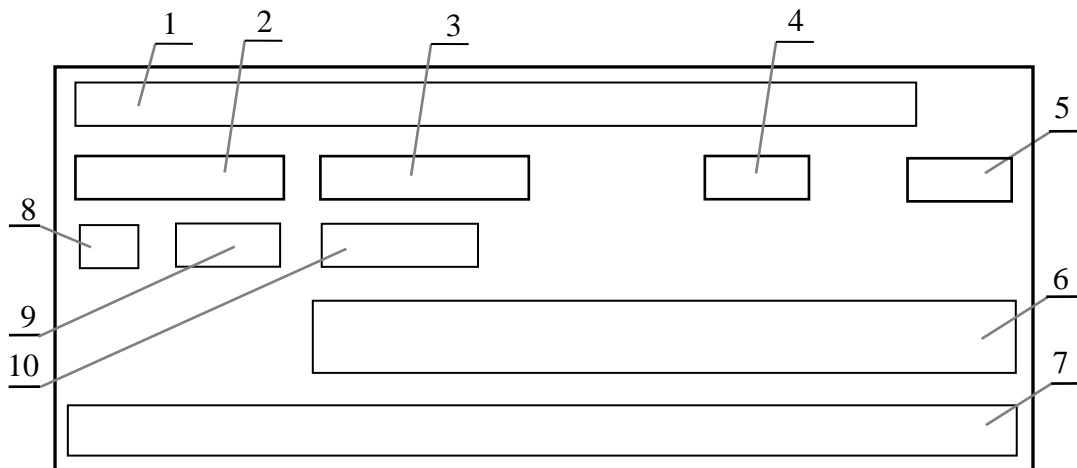

Рисунок 2.3 – Зоны отображения информации на дисплее
2.3.2.1 На дисплее информация об установленных режимах работы частотомера отображается в соответствующих зонах (рисунок 2.3, таблица 2.2).